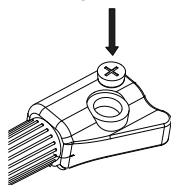

fig.2
---Coloque a bateria CR2032 no compartimento da bateria, o lado positivo da bateria (+) deve estar voltado para fora (fig. 2).